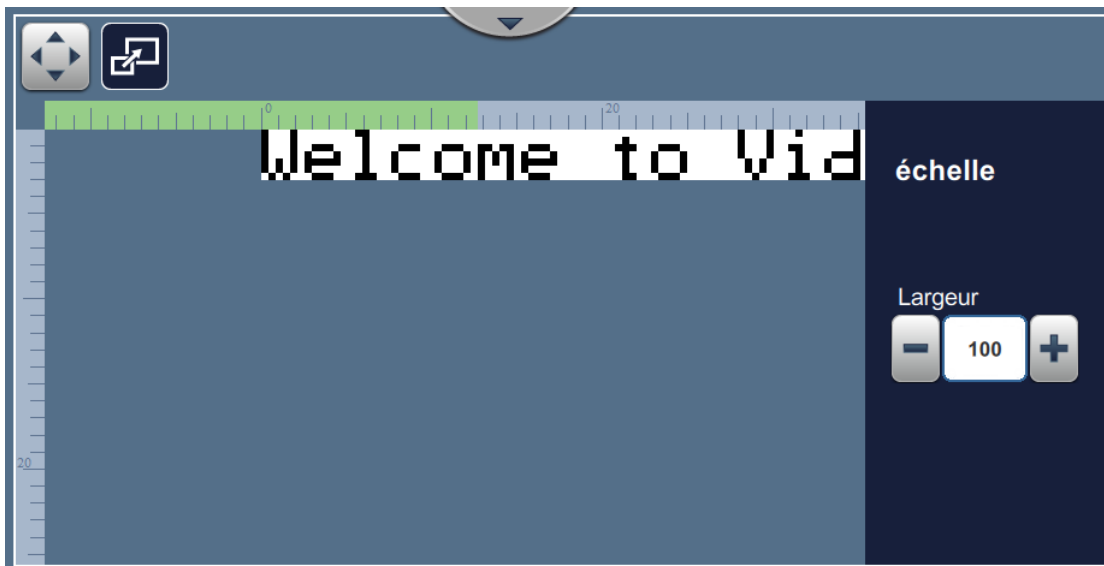

Figure 4-10 : Ajustement de l'échelle
1. Appuyez sur le bouton  pour faire apparaître la valeur du diviseur d'échelle en cours, tel qu'illustré dans la Figure 4-10.